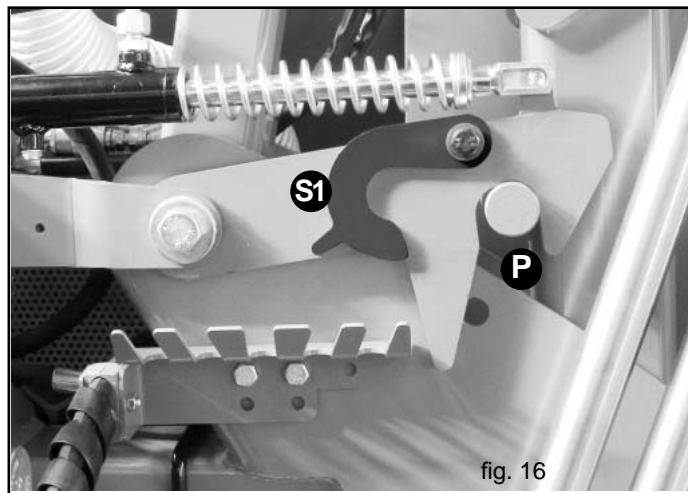

fig. 16
N.B. S'assurer que les crochets s'engastrent complètement dans les broches de sécurité respectives sur les châssis (P, Fig. 16).
- 9) Descendre du tracteur, tourner les crochets de blocage jusqu'à dégager les broches (S1, Fig. 16).